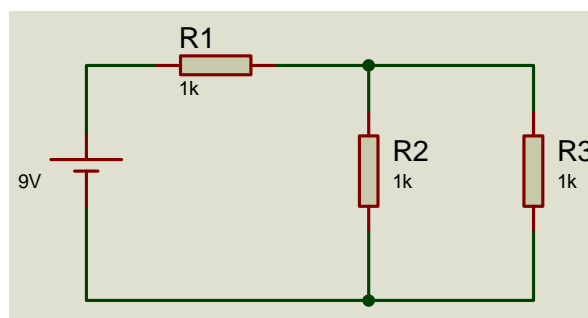

Figura 1
- Hacer los cálculos de las corrientes y las tensiones en los circuitos de la figura 1 y 2.
En el circuito de la figura 1, el interés es saber qué valor de corriente circula por cada resistencia y que valor de tensión aparece en terminales de R1 y R3, con los conocimientos adquiridos hasta ahora en la carrera, es muy fácil plantear teóricamente este sistema y solucionarlo, pero ¿será cierto el valor teórico calculado es el que realmente circula por dichas resistencias?, debido a que ningún elemento real se comporta como un elemento ideal, el interés de la práctica de laboratorio es encontrar que tan cercano esta dicho valor de el supuesto valor ideal, y si no es así, encontrar las causas de porque estos valores difieren y poder dar una explicación breve de las posibles razones.
1) Para el circuito de la figura 1 haga lo siguiente: